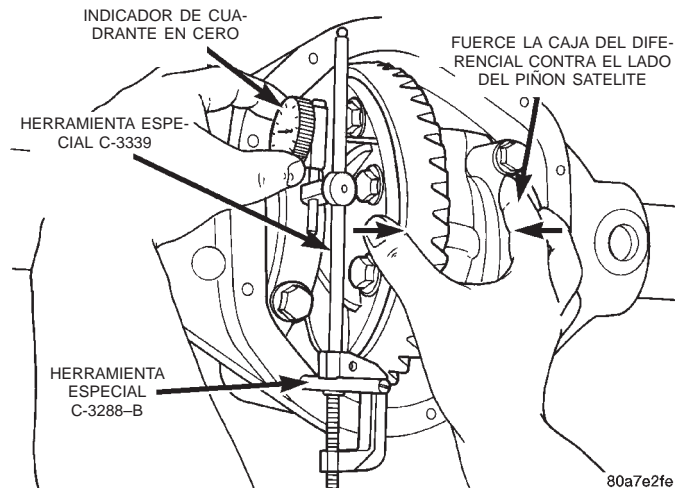
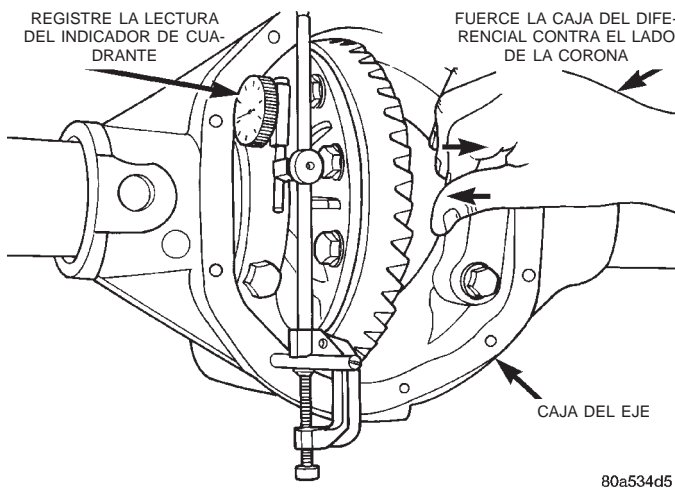

Fig. 87 Sostenga la caja del diferencial y coloque el indicador de cuadrante en cero
Fig. 88 Sostenga la caja del diferencial y registre la lectura del indicador de cuadrante
(10) Apriete con firmeza y sostenga la caja del diferencial contra el lado del piñón satélite de la caja del eje (Fig. 87).
(11) Ponga la aguja de indicador de cuadrante en cero.
(12) Apriete con firmeza y sostenga la caja del diferencial contra el lado de la corona (Fig. 88).
(13) Registre la lectura del indicador de cuadrante.
(14) Sume la lectura del indicador de cuadrante al espesor del espaciador de partida para determinar el espesor total de los espaciadores para lograr un juego longitudinal del diferencial de cero.
(15) Sume 0,152 mm (0,006 pulg.) al juego longitudinal total de cero. Este nuevo total representa el espesor de espaciadores para comprimir o hacer el